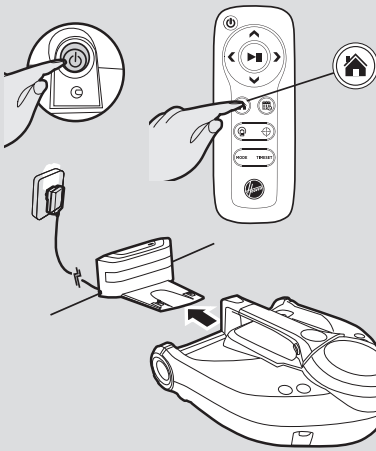

Рис. 4
Включите робот-пылесос с помощью выключателя в нижней части корпуса (1). **[Рис. 4]** Установите его перед зарядной станцией.